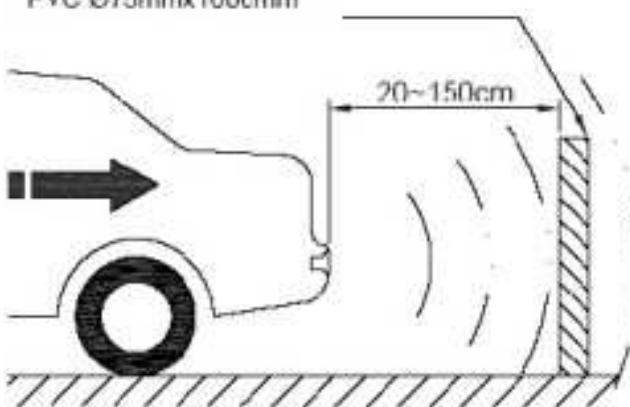

FIG.8
- pentru testarea detectiei la distanta mica se poate folosi ca obstacol un tub din PVC de Ø75mmx1000mm. FIG.8